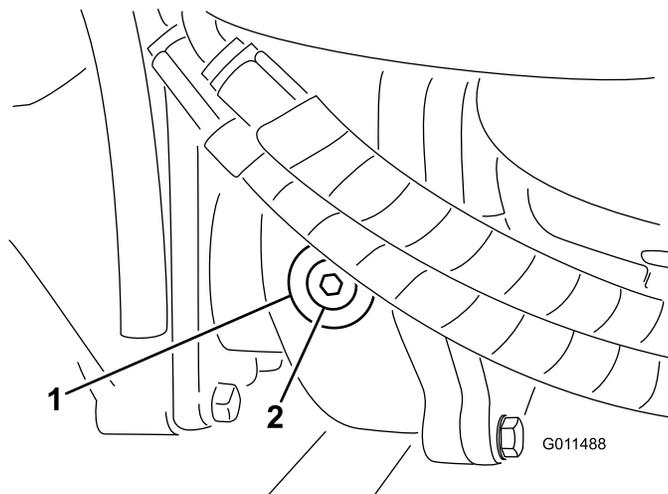

Рисунок 16
2. Снимите заливную/контрольную пробку с левой стороны редуктора (Рисунок 16) и убедитесь, что смазка доходит до низа отверстия. Если уровень масла низкий, долейте столько масла, чтобы довести его уровень до низа отверстия.